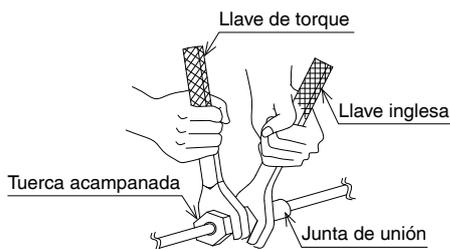

Fig. 13
- Al conectar las tuberías para el equipo de aire acondicionado, asegúrese de usar una llave inglesa y una llave de torque, como se muestra en la Fig. 13. Para la dimensión de la parte acampanada, consulte la Tabla 1.